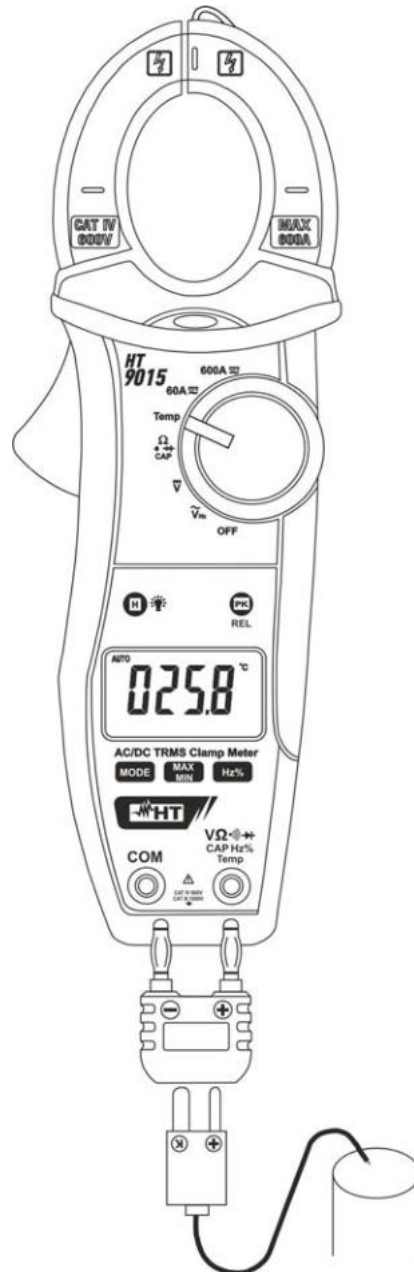

Fig. 8: Uso della pinza per misura di Temperatura
3. Inserire la sonda a filo tipo K in dotazione nei terminale di ingresso **VΩ** e **COM** tramite l'opportuno adattatore, rispettando la polarità mostrata in Fig. 8. Il valore della temperatura è mostrato a display. Nella misura di temperatura la barra grafica analogica è disattivata